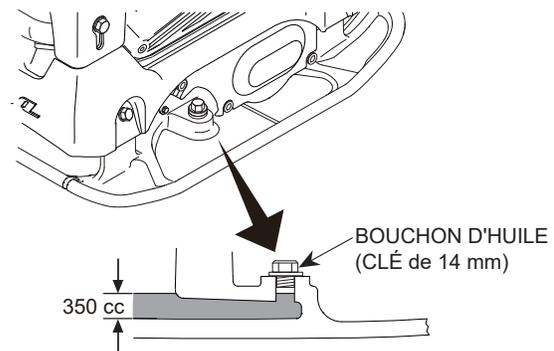

Figure 10. Vérification de l'huile du vibreur
2. Retirez le bouchon d'huile pour vérifier le niveau d'huile du vibreur (jauge d'huile du vibreur) tel que montré à la Figure 10. Nettoyez la jauge d'huile et la re-fileter à l'intérieur. Enlevez encore la jauge d'huile et vérifiez que le niveau d'huile ne dépasse pas le croisillon du bouchon d'huile. **NE PAS TROP REMPLIR!**